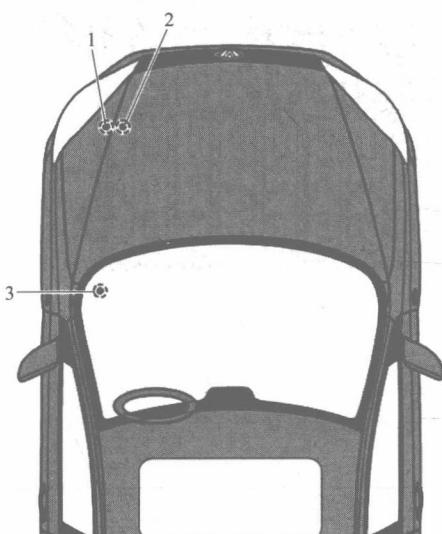

图 1-1 全新捷达熔断器盒位置
(1) 熔断器信息 熔断器 SA~SC 位置如图 1-1 所示。